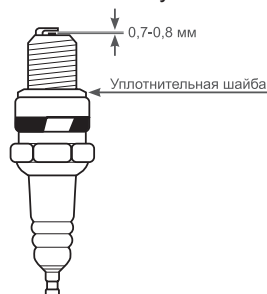

Рис. 28 Обслуживание свечи зажигания
4. Измерьте зазор между электродами свечи зажигания специальным щупом. Зазор должен быть 0,7-0,8 мм (Рис. 28). При увеличении или уменьшении требуемого зазора, рекомендуется заменить свечу, так как регулировка зазора может привести к изменению качества искрообразования.